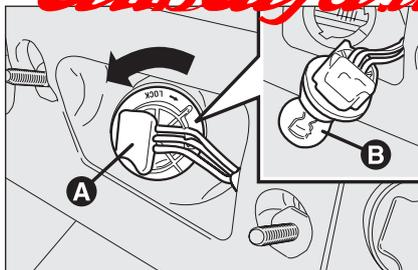
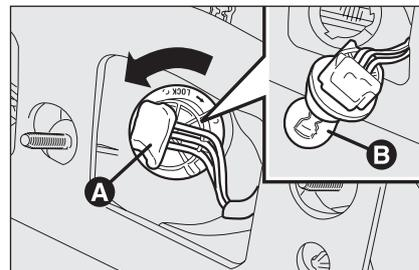

fig. 33
fig. 34
- ruotare in senso antiorario il portalampada **A-fig. 33** oppure **A-fig. 34**, estrarre la lampada **B** e sostituirla;